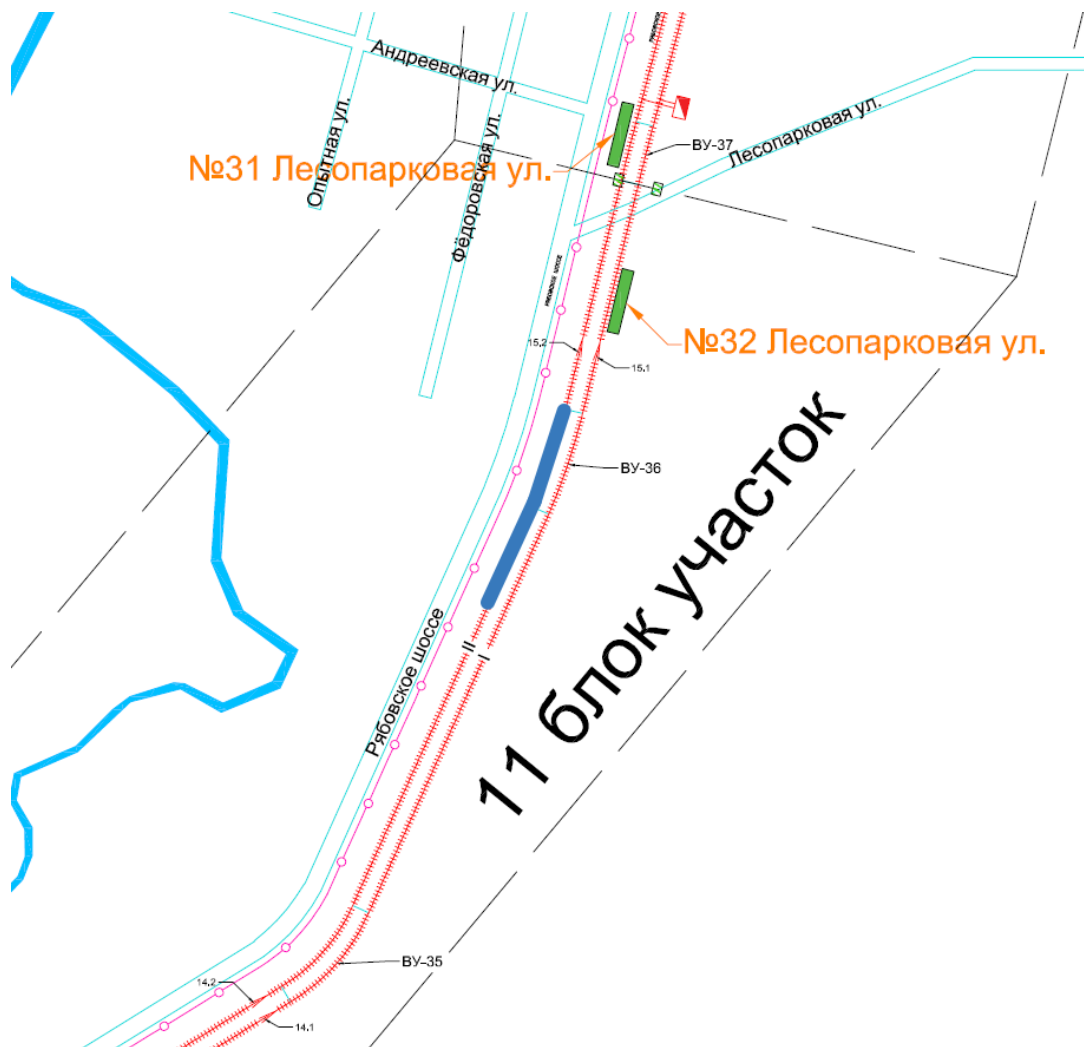

Рисунок 1. Месторасположение кривой ВУ-36.
- 1.3.1. ВУ-36 2 главный путь (Рисунок 1);